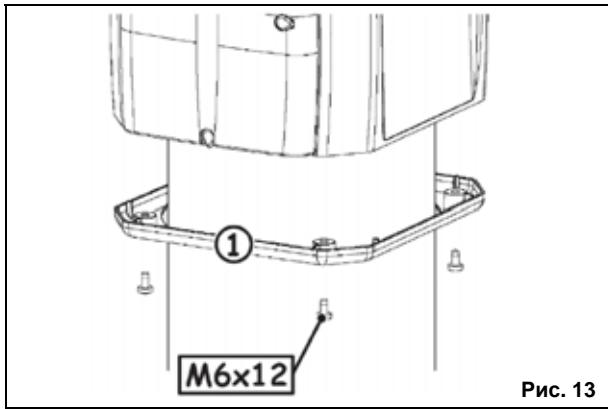

Рис. 13
- Нижнее основание корпуса (рис. 13, поз. 1) закрепить с помощью четырех прилагаемых винтов.